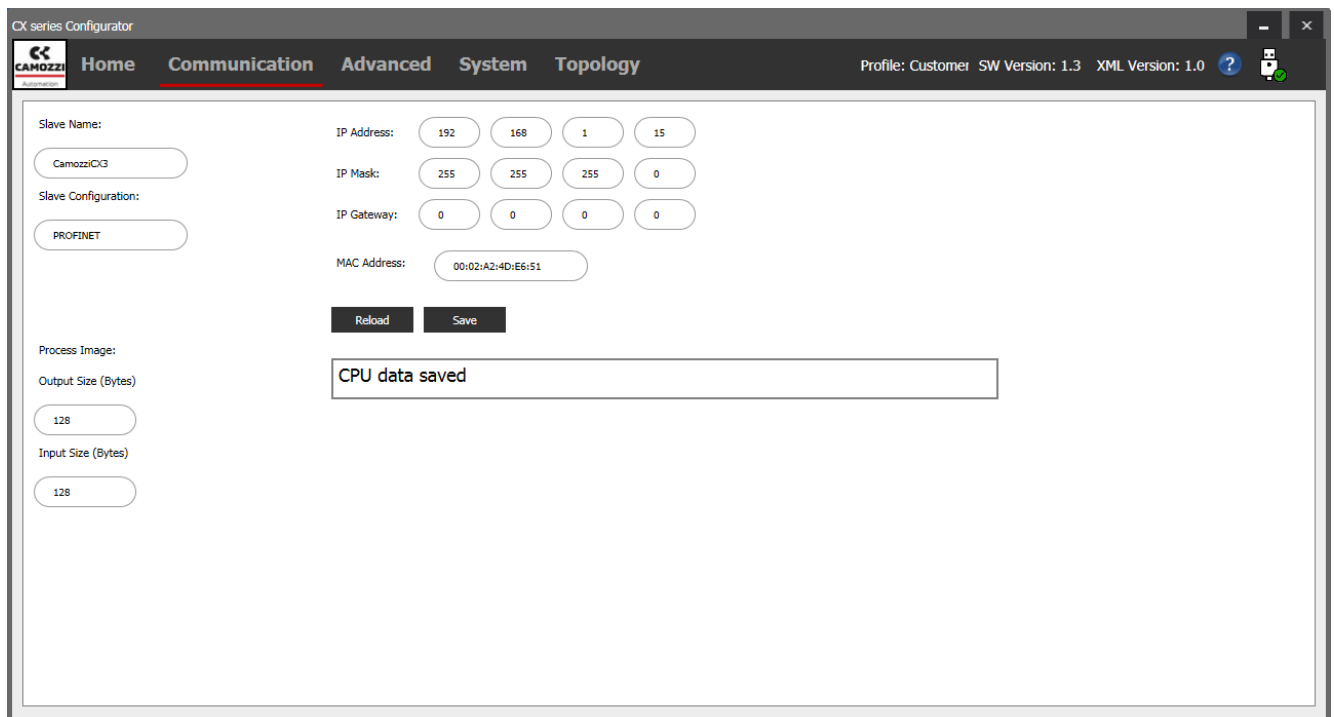

Рисунок 19 – Изменение IP-адреса
3. Выделите ячейку IP и вставьте новое значение (рисунок 19).